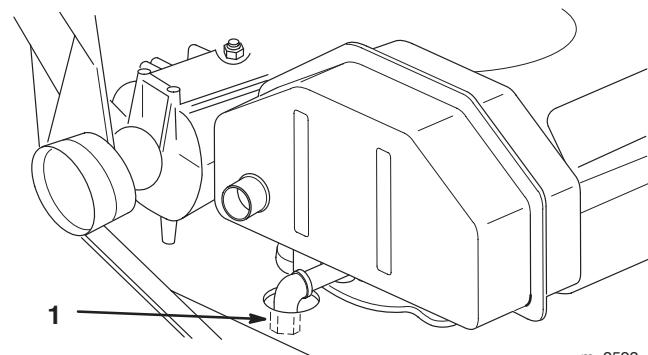

Bild 21
3. Stellen Sie eine Auffangwanne unter die Ölabblassschraube. Entfernen Sie die Ölabblassschraube (Bild 21).